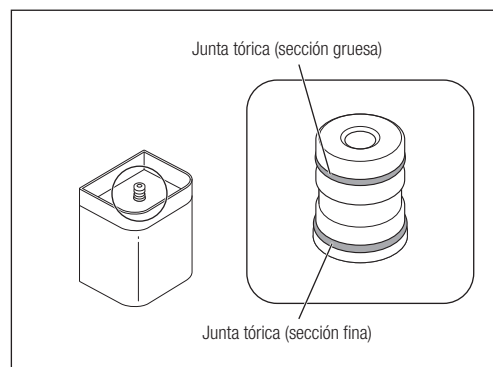

Fig. 47
- Las juntas tóricas tienen grosores diferentes. Asegúrese de colocarlas en la ranura correcta (Fig. 47).